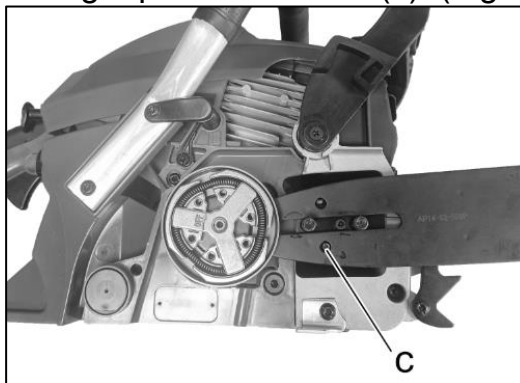

Fig.8
- 2) Placez le guide-chaîne derrière l'embrayage, assurez-vous que le trou du guide-chaîne se trouve au-dessus de la goupille de tension (c). (Fig. 8)